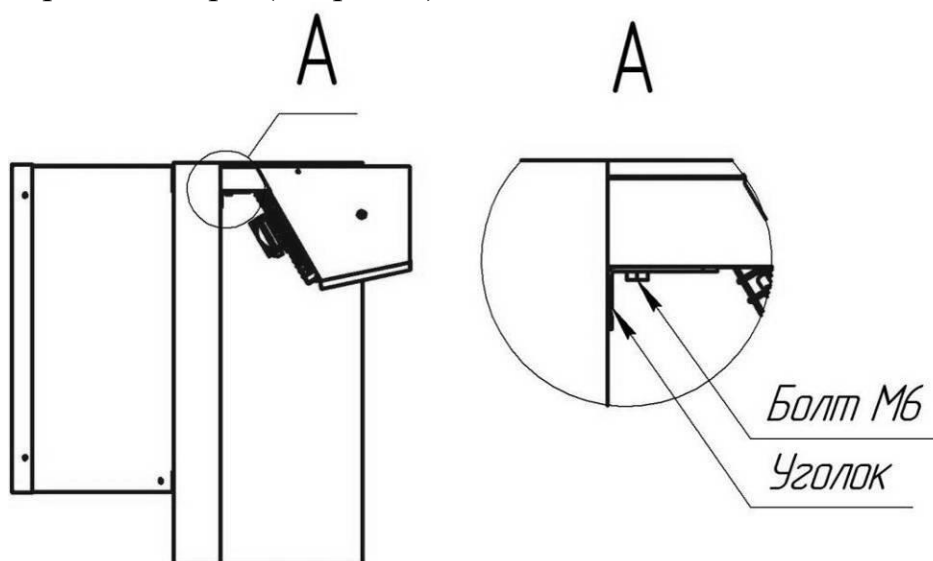

Рис. 2. Фиксация моноблока уголками.
5. 6. После установки на стенку камеры моноблок зафиксировать уголками с внутренней стороны камеры (см. рис. 2).